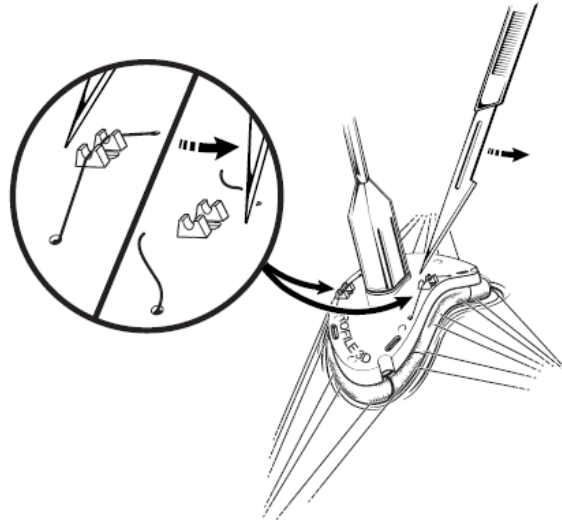

Figura 7
2. Realice las suturas a través del anillo, con una separación aproximada de 2 mm, entrando por su parte inferior y saliendo por su periferia (Figura 7). Pase una sola sutura a través de cada marcador del anillo correspondiente al triángulo.